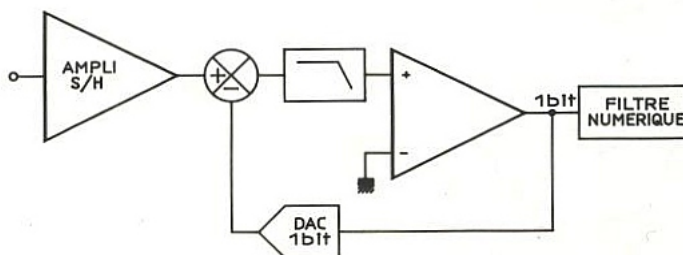

Figure 1 : CAN Delta-Sigma.
Le principe fondamental du modulateur réside dans l'utilisation d'un CNA 1 bit dans la boucle de contre-réaction d'un circuit analogique possédant un grand gain en boucle ouverte (figure 1).
**Du fait que ce signal est totalement décorrélié du signal d'entrée (ou aléatoire) il peut être considéré comme un bruit blanc. Son énergie est uniformément répartie sur la bande du continu à la moitié de la fréquence d'échantillonnage (figure 1 bis).**
Figure 1 bis : En suréchantillonnant le signal  $K$  fois, le bruit de quantification dont la puissance est  $q^2/12$  sera réparti du DC à  $Kfe/2$ .